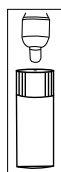

Figura 3B
3. Sistemare velocemente la punta della sonda vicino al forellino (vedi figura 3B), finché non si sente l'allarme. Ciò indica che l'apparecchio funziona regolarmente. Risigillare la fiala con il tappo di vinile precedentemente rimosso, e riporla nell'astuccio.